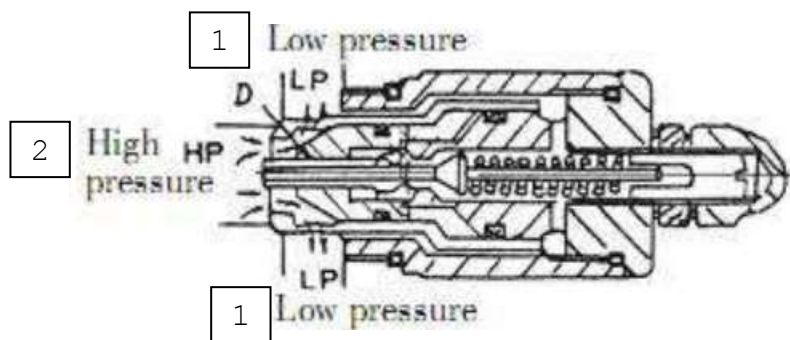

Рис. 7.8:
(4) По сравнению с давлением на стороне порта «HP» цилиндра, внутреннее давление становится неуравновешенным, вызывая открытие предохранительного тарельчатого клапана «D», и, таким образом, отправляя масло непосредственно к каналу низкого давления «LP» (см. Рис. 7.8).
См. на Рис. 7.8 устройство цилиндра подъема вилочного погрузчика грузоподъемностью 5–7 т.